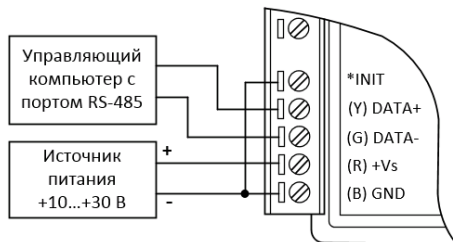

Рис. 5.5. Соединение вывода "INIT" с "GND" для перехода в режим INIT
- установить переключку между выводами "INIT" и "GND" в соответствии с рис. 5.5;